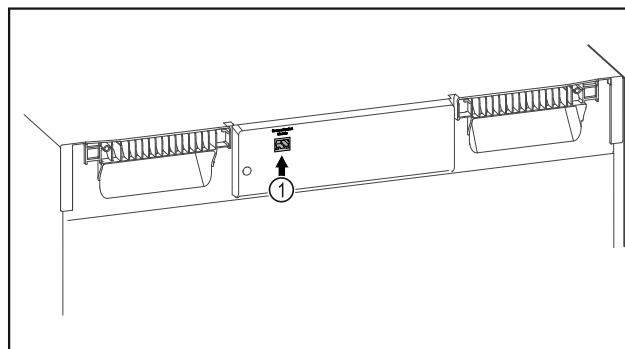

Fig. 112
- El SmartModule Fig. 112 (1) está colocado.